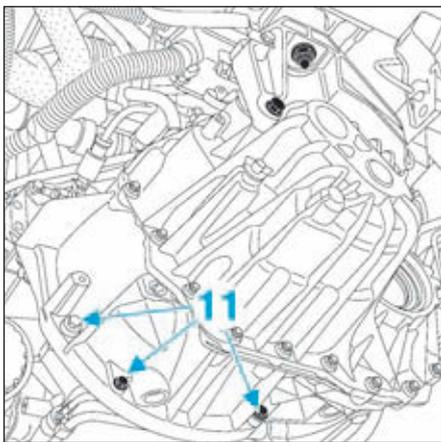

FIG.8
- Déposer les vis de fixation (11) (Fig.8).